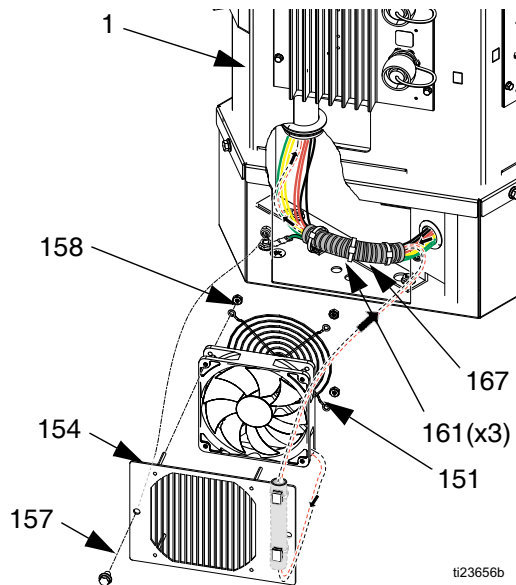

FIG. 57
4. Montera den korrugerade slangen (167) över fläkt- och transformatorkablarna. Se FIG. 57.